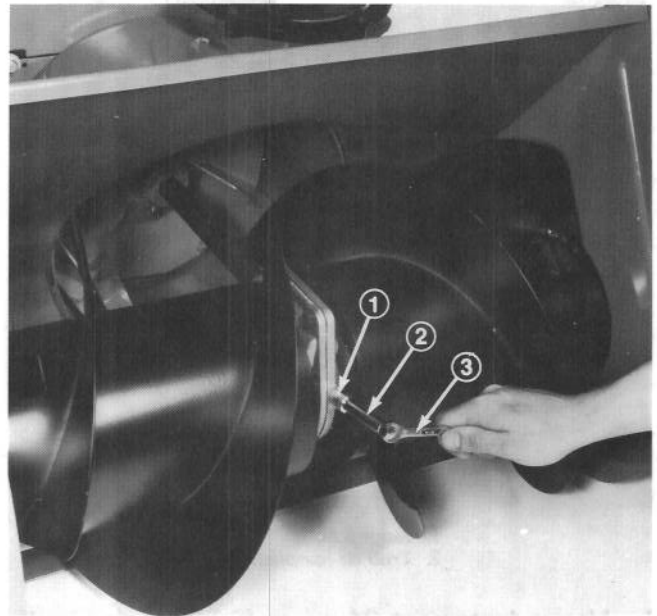

Figure 13
2. Enlevez le bouchon à tuyau du carter d'engrenage en plaçant sur le bouchon le bout ouvert de la douille de rallonge et en appliquant une clé à fourche de 3/8 pouce sur le bout carré de la rallonge (Fig. 13).
4. Posez le bouchon à tuyau dans le carter d'engrenage (Fig. 13).